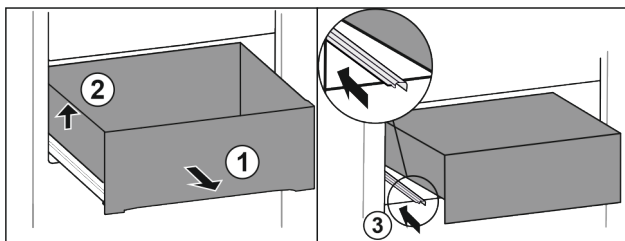

Fig. 88
- Scoateți sertarul până la opritor. Fig. 88 (1)
- Ridicați sertarul din stânga. Fig. 88 (2)
- Inșerați șina din stânga. Fig. 88 (3)